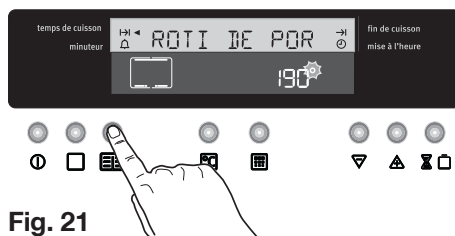

Fig. 21
1. Appuyez sur la touche ① pour allumer le four.
2. Appuyez sur la touche  jusqu'à ce que la mention de la recette désirée s'affiche sur l'écran (Fig.21).